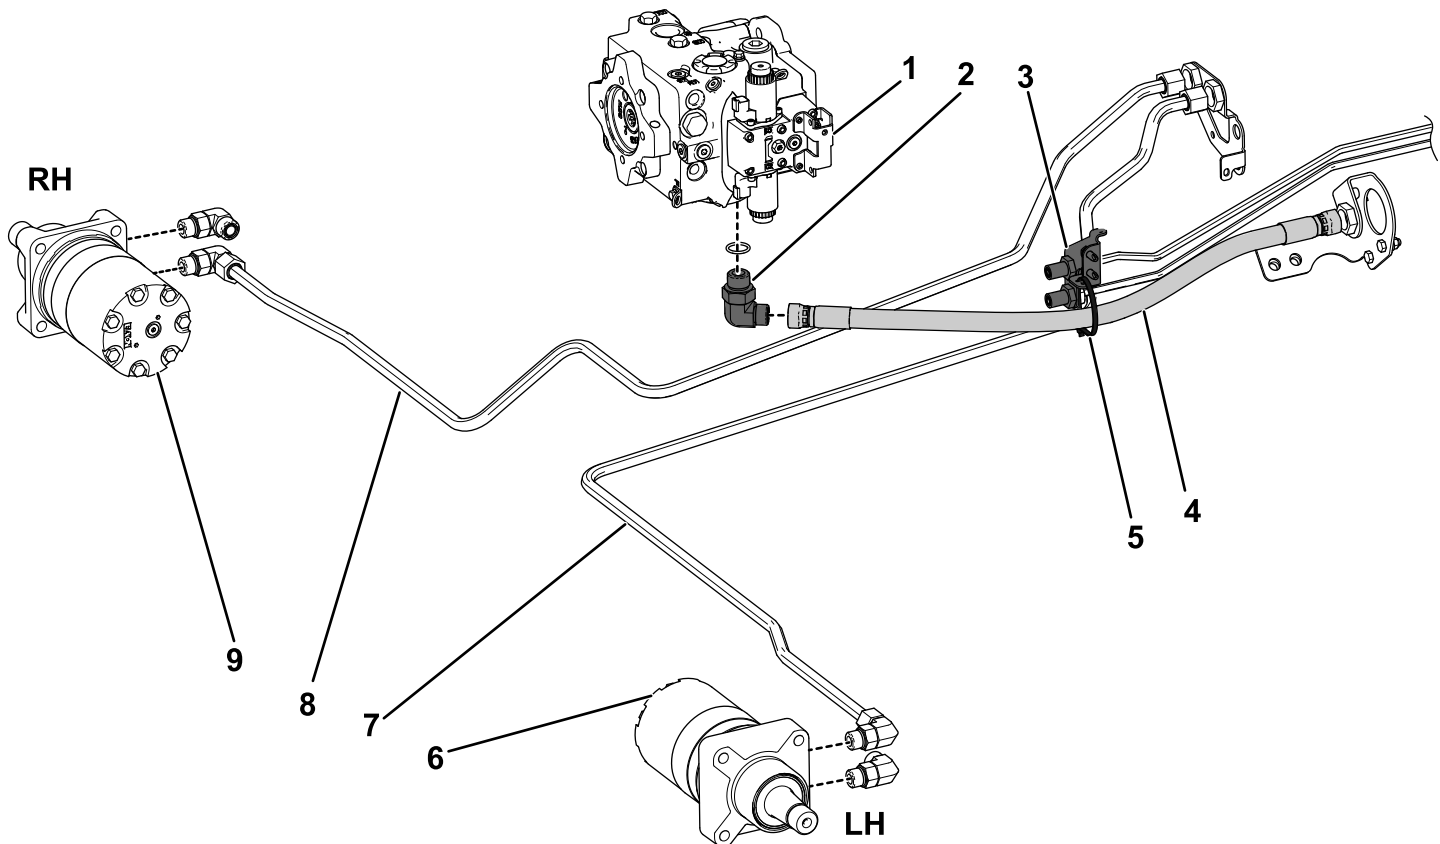

Figure 12
1. Branchez le tube hydraulique (réf. 108-7622) au raccord de moteur de roue droit et au tube hydraulique droit dans la traversée droite du cadre (Figure 12).
2. Branchez le tube hydraulique (réf. 108-7623) au raccord de moteur de roue gauche et au tube hydraulique gauche dans la traversée droite du cadre (Figure 12).
3. Montez un raccord hydraulique à 90° au bas de la pompe à débit variable (Figure 12).
- Pour les modèles 03950 et 03954, fixez le flexible hydraulique au support de traversée avec un attache-câble, comme montré à la Figure 12.